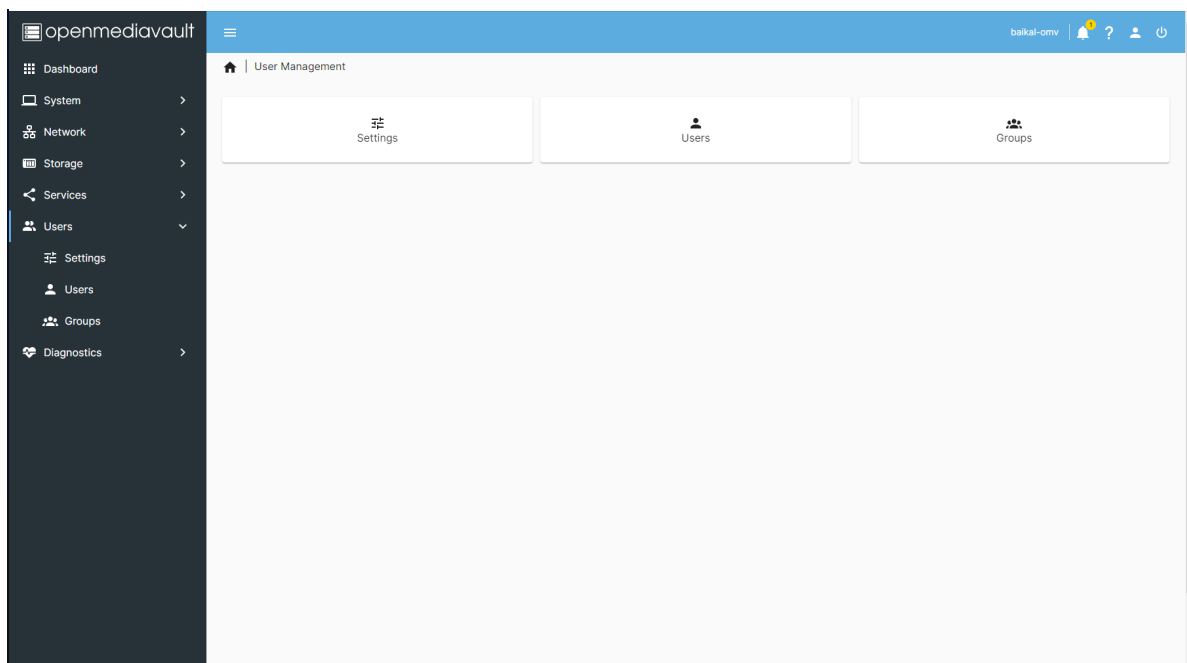

Рис. 63. Окно «Users»
- 6) Вкладка «Users» предоставляет управление пользователями и группами. С помощью привилегий можно ограничить доступ/вход в общие папки в сетевых службах (FTP, Samba и AFP), не нарушая права доступа Unix. Автоматическая запланированная задача, которая проверяет заблокированных/запрещённых пользователей, включая уведомление по электронной почте. Имеется возможность создавать пользовательские группы и управлять ими. Системными группами управлять нельзя. Окно «Users» показано на рис. 63 Окно «Users».